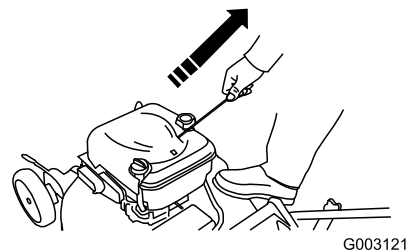

Figure 17
- Tire del arrancador de retroceso en el motor (Figure 17).